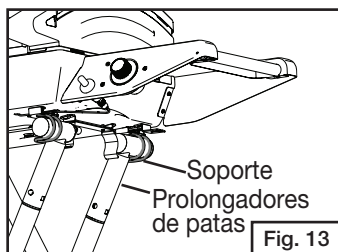

Fig. 13
- Deslice los prolongadores de las patas hacia los soportes de sujeción, como se ilustra. (Fig. 13).